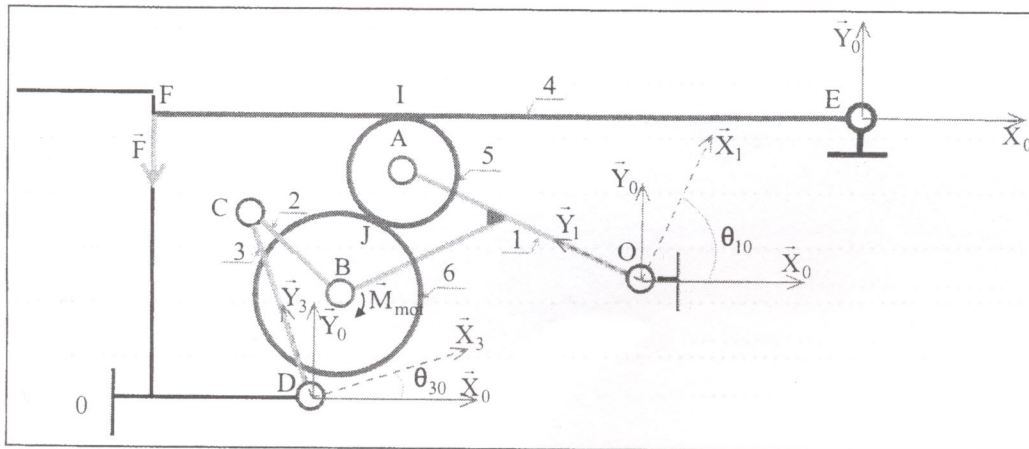

Figure 2
Nous proposons d'appliquer une force \vec{F} sur la chape de la porte (4) au point F pour maintenir la position de fermeture (voir figure 2). Les angles θ_{30} et θ_{10} sont maintenus fixes dans l'étude statique.